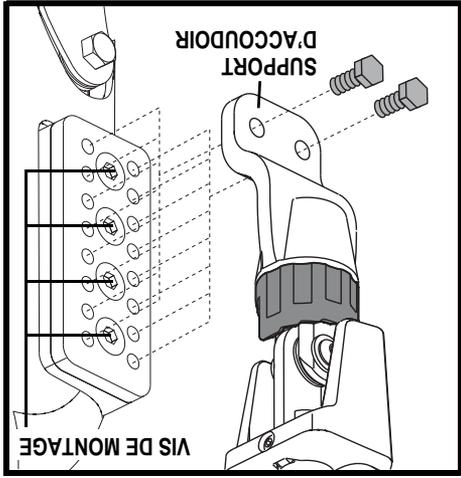

Figure 7. Réglage en hauteur des accoudoirs Cantilever
2. Retirez et conservez les deux vis hexagonales du support de l'accoudoir. Voir la figure 7.